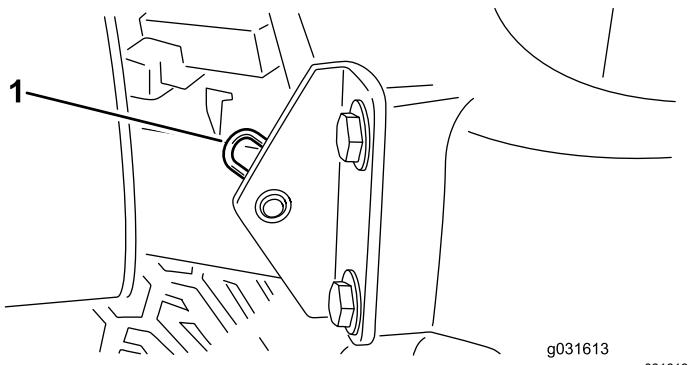

Figure 61
- 2. Retirez la goupille fendue qui fixe le pivot de capot aux supports (Figure 61).